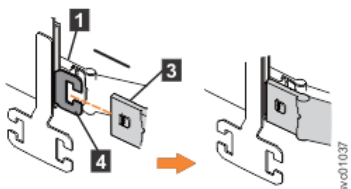

Figure 75. Installation du connecteur externe de l'élément supérieur du bras de routage des câbles sur l'élément externe de la glissière de support
3. Installez le connecteur externe de l'élément supérieur du bras de routage des câbles (3) sur l'élément externe de la glissière de support gauche (4), comme indiqué dans la Figure 75, à la page 68.